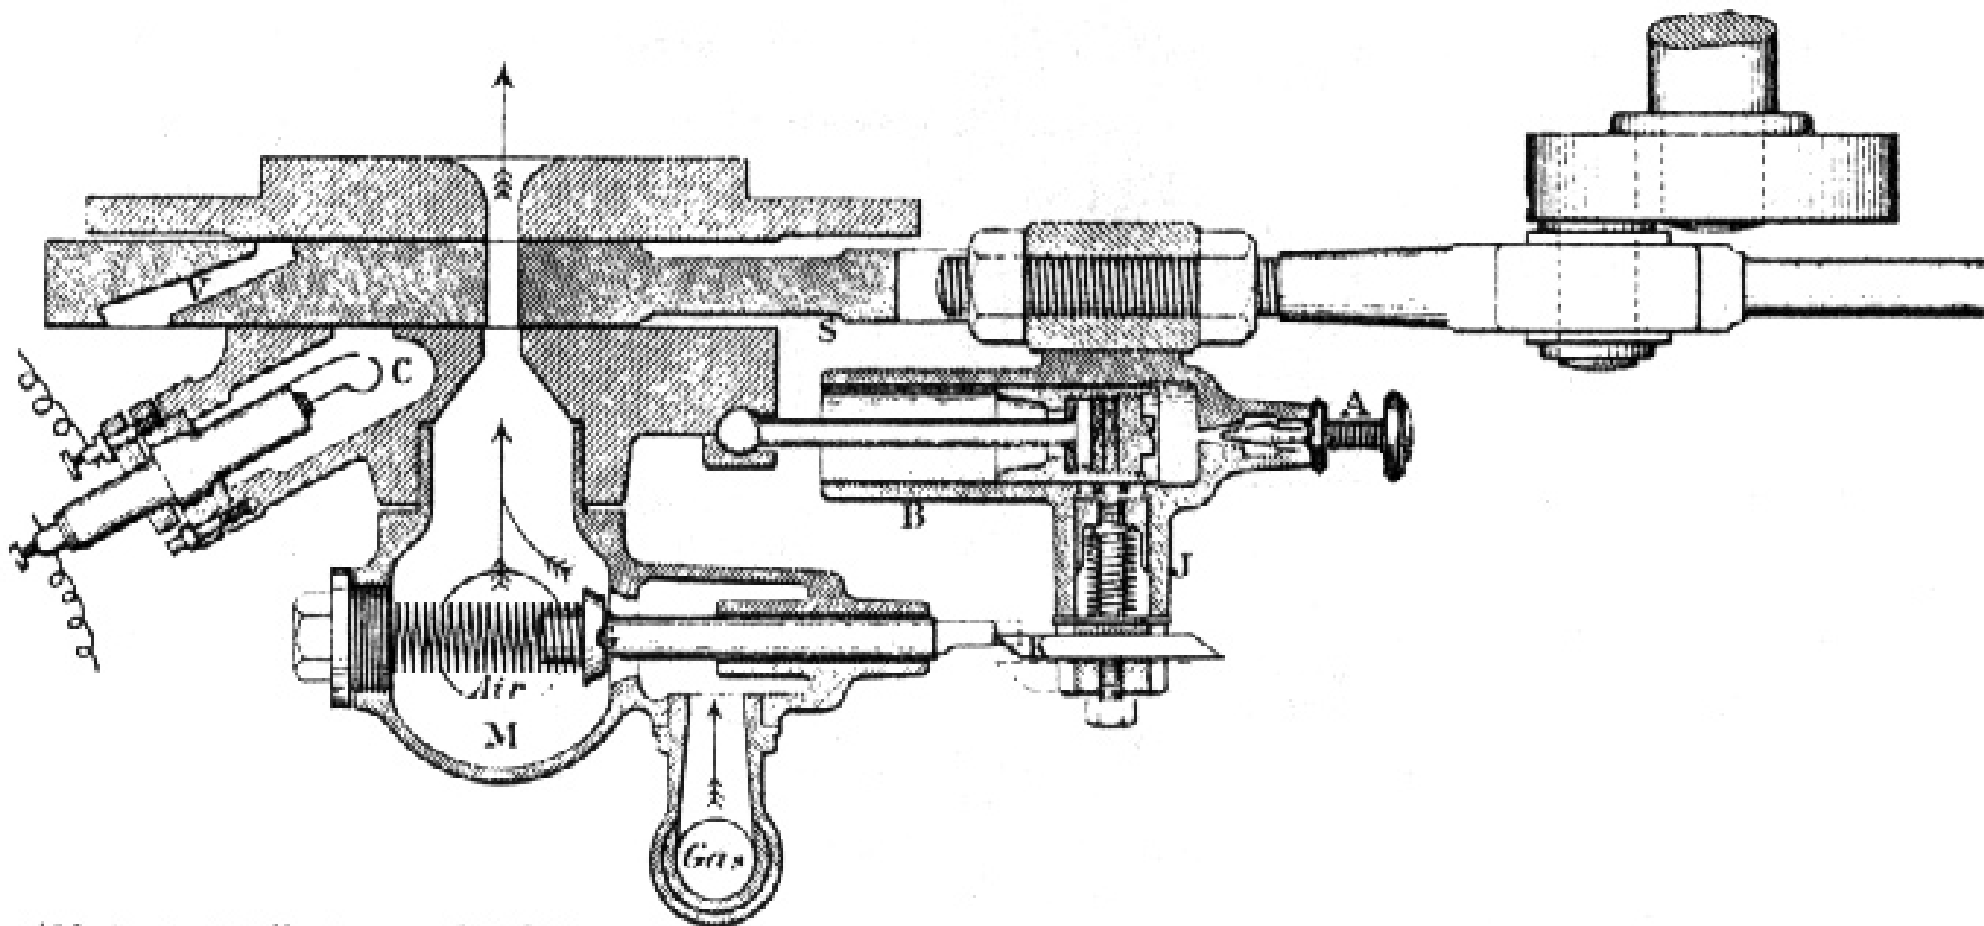

Figure 12-23: "Simplex" tändning.
- “Simplex” med skyddade elektroder, se Figure 12-23.